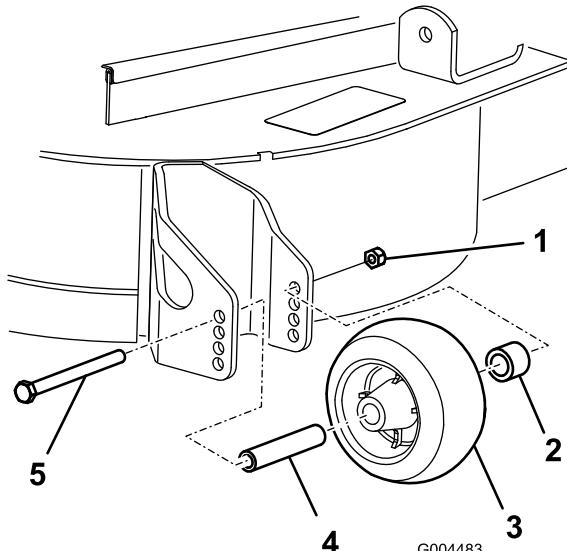

Figure 22
- Après avoir réglé la hauteur de coupe, réglez les galets en retirant l'écrou à embase, la bague, l'entretoise et le boulon (Figure 22).
**Remarque:** Serrez à un couple de 54 à 61 Nm (Figure 22).